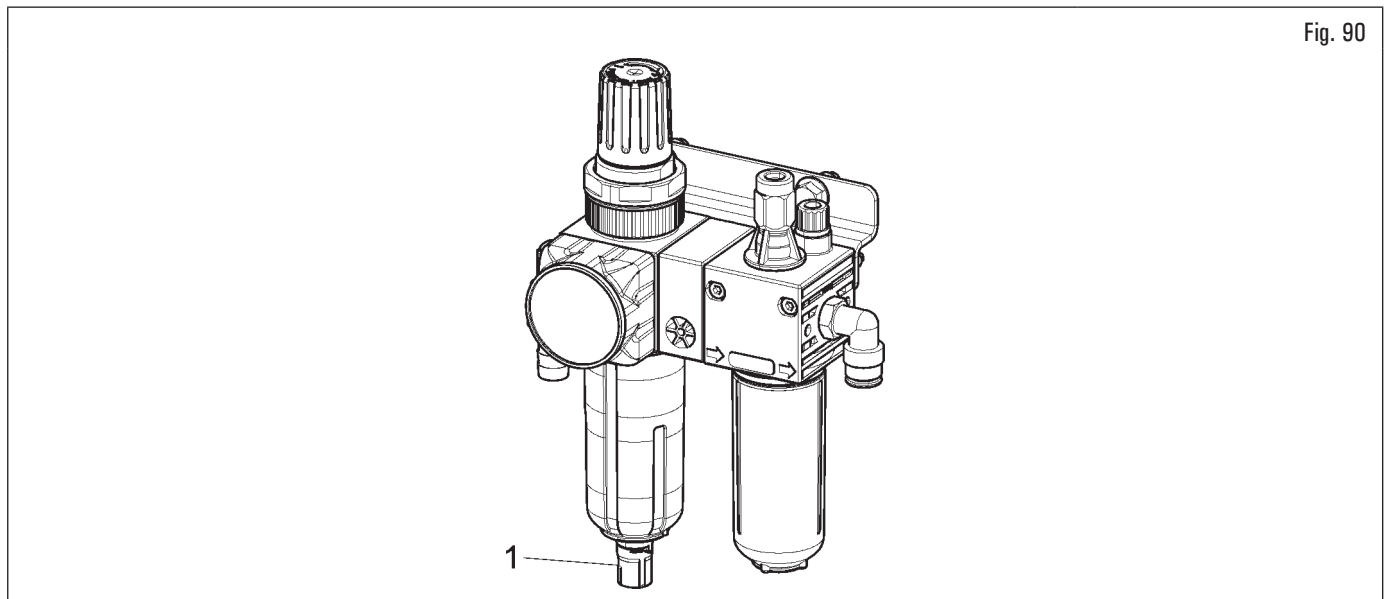

Fig. 90
- Il gruppo di condizionamento è dotato di uno scarico a depressione automatico quindi non necessita di nessun intervento manuale da parte dell'operatore (vedi Fig. 90).
Per garantire una buona funzionalità ed evitare la condensa nei gruppi trattamento aria con scarico semi-automatico, occorre verificare che la valvola (Fig. 90 rif. 1), situata sotto il tappo, sia nella posizione corretta. Il tappo deve essere ruotato correttamente per attivare una corretta funzione di scarico.